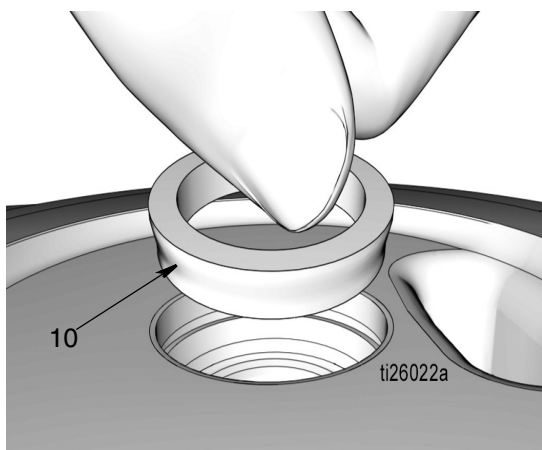

FIG. 38
- i. Inserire il distanziale conico (10), con il lato conico rivolto verso il basso come mostrato in FIG. 38.